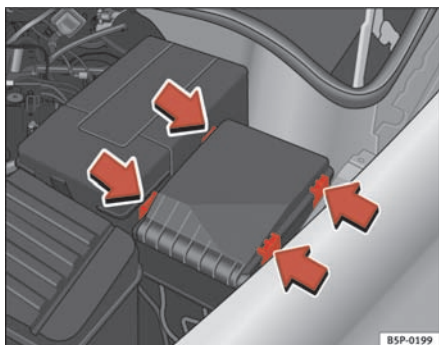

Fig. 176 Afdækning til sikringsboks i motorrummet
- Frigør afdækningen til sikringerne i motorrummet ved at trykke tappeme mod afdækningens midte ⇒ side 233, fig. 176.